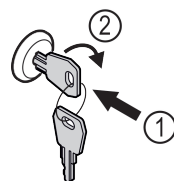

Fig. 159
- ▶ Πιέστε μέσα το κλειδί. Fig. 159 (1)
- ▶ Περιστρέψτε το κλειδί 90° δεξιόστροφα. Fig. 159 (2)